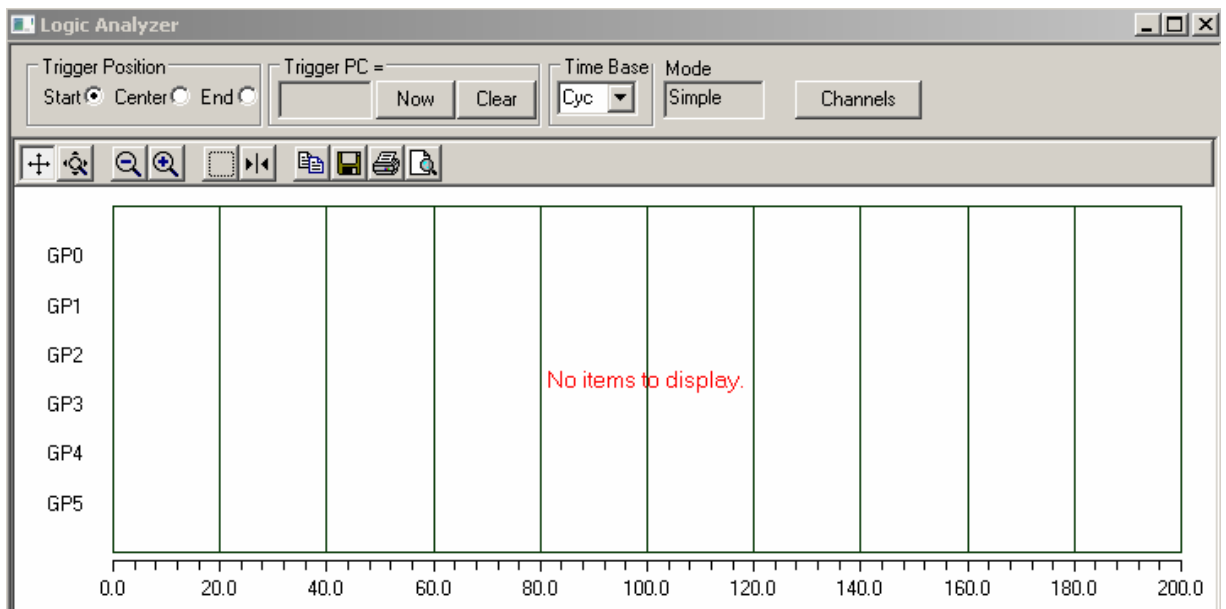

Рис. 29. Окно "осциллографа" Logic Analyzer.
8. Откройте окно отображения состояния переменных контроллера **View > Simulator Logic Analyzer**. Включите в окно переменные состояния портов контроллера **GP0 .. GP5** (Рис. 29).